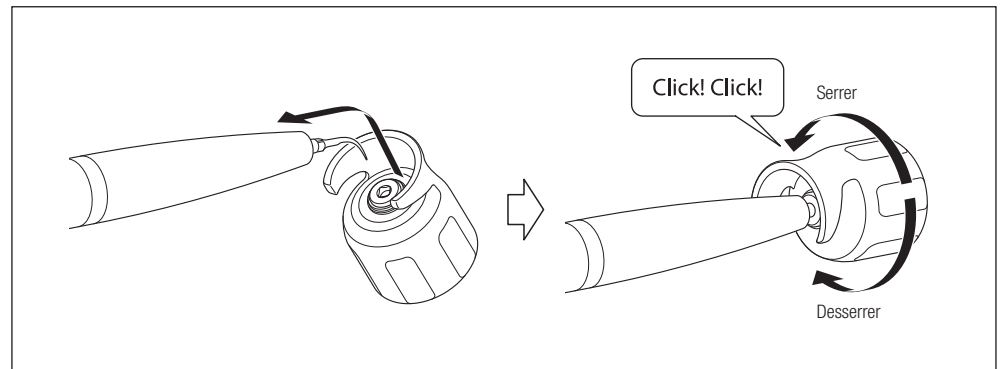

Fig. 16
3) Faites coïncider la partie carrée de l'insert avec l'orifice de la clé dynamométrique (CR-10), puis insérez-la dans ce même orifice. Faites tourner la clé jusqu'à entendre un déclic et que toute rotation supplémentaire soit impossible. Durant la procédure, maintenez la pièce à main de manière à éviter que le cordon de la pièce à main ne se torde. Pour retirer l'insert, faites tourner la clé dans le sens de la flèche « Desserrer » (Fig. 16).